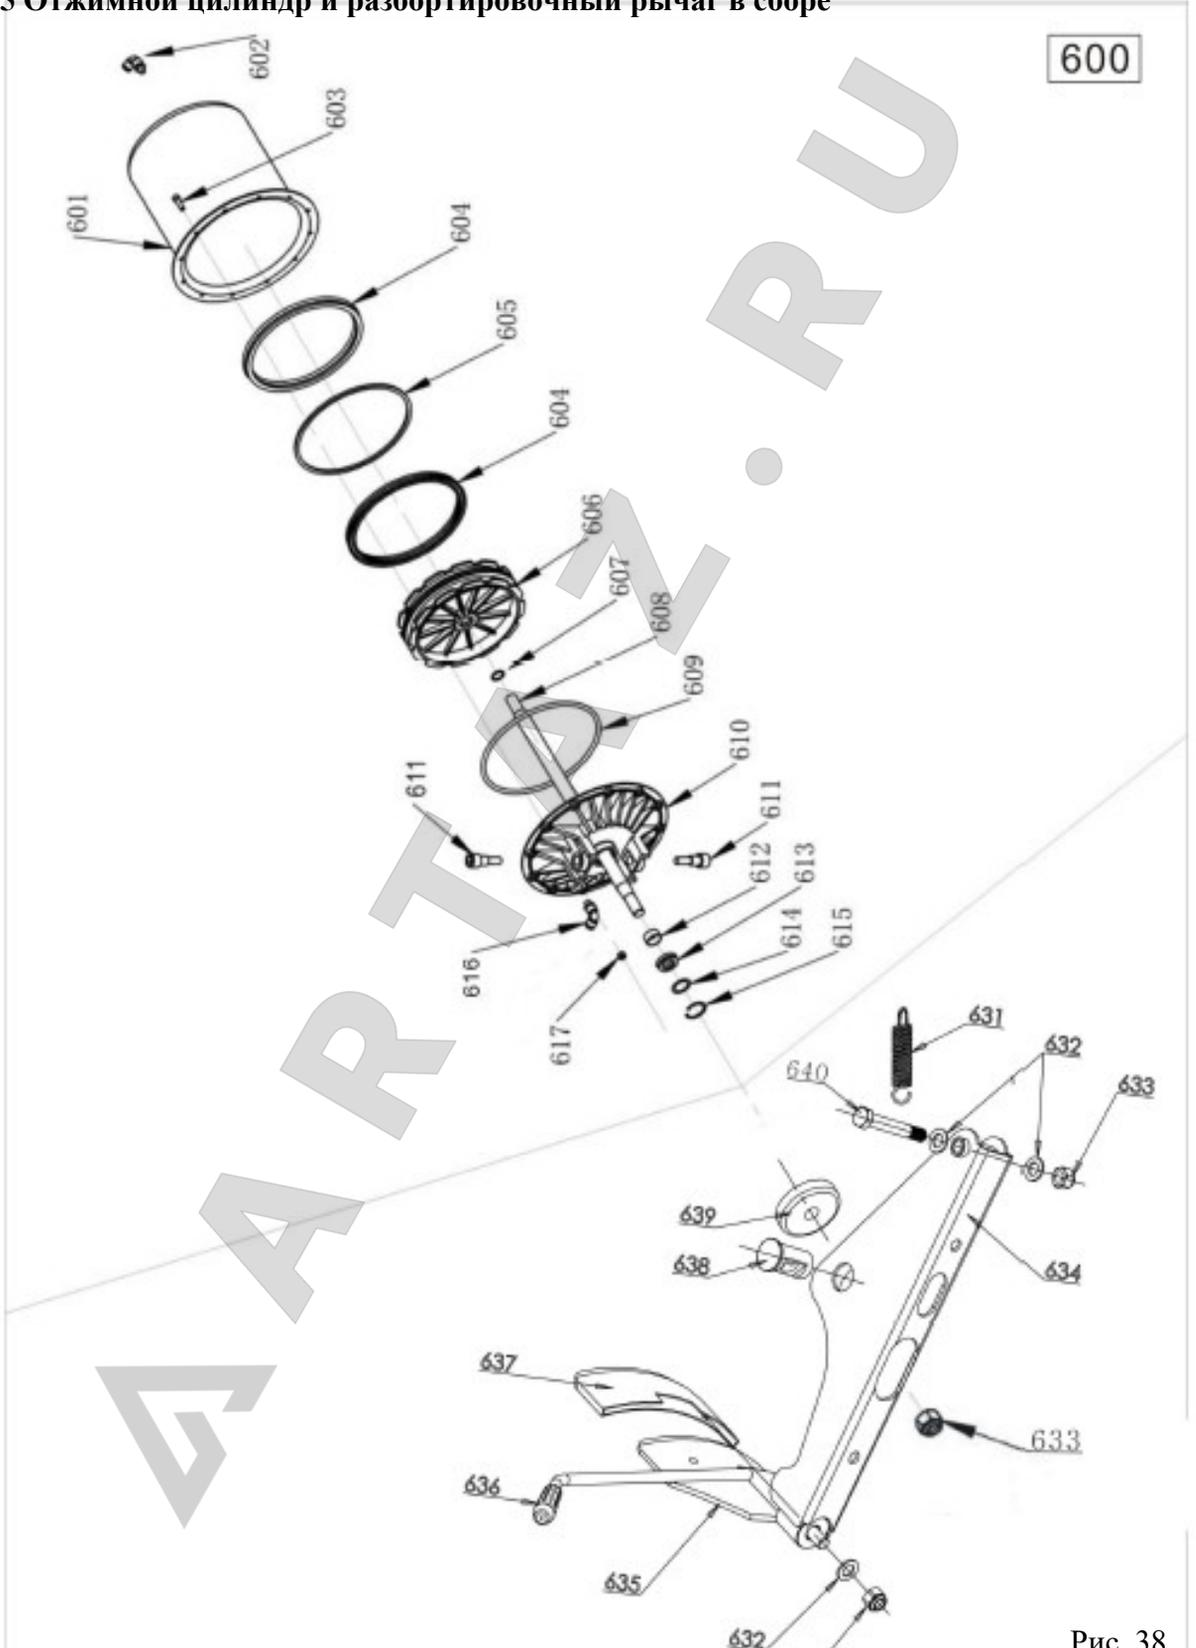

Рис. 38
**2065790 Детали отжимного цилиндра в сборе (рис. 38)**
**2065574 Детали разбортировочной лапы (рис. 38)**